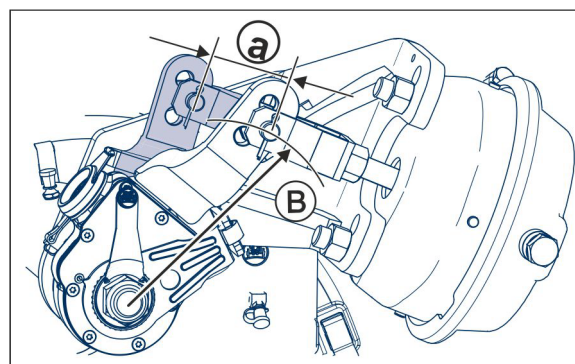

Bild 66
3. Dra i avtappningsventilens ring (Bild 66/1) åt sidan tills det inte kommer ut mer vatten från tryckluftsbehållaren.
Tryckluftsbehållaren (Bild 66/1) får
1. Kontrollera dammskydd resp. bälgar (Bild 66/5) beträffande skador.